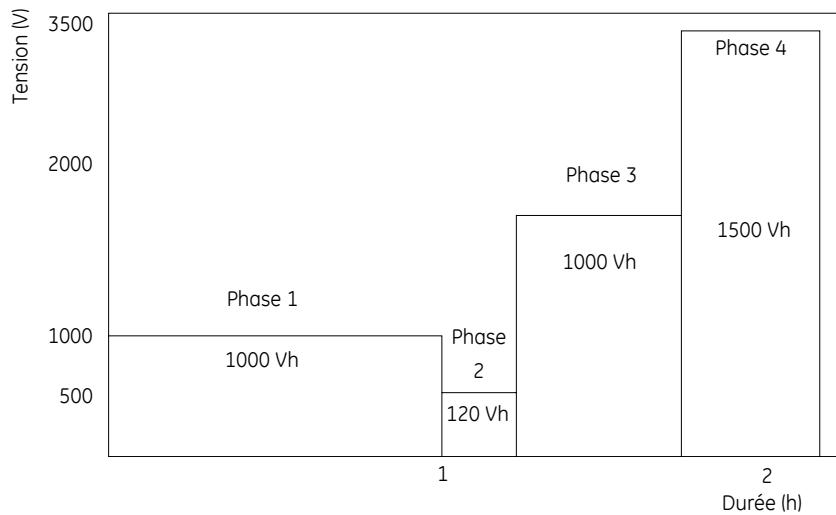

Fig 3. Programmation du profil de tension-limite par étapes (mode STEP). Les paramètres représentés sont les mêmes que ceux qui sont indiqués dans la Table 1.
1. Programmation d'une procédure (voir les Fig 3, 4 et 5);